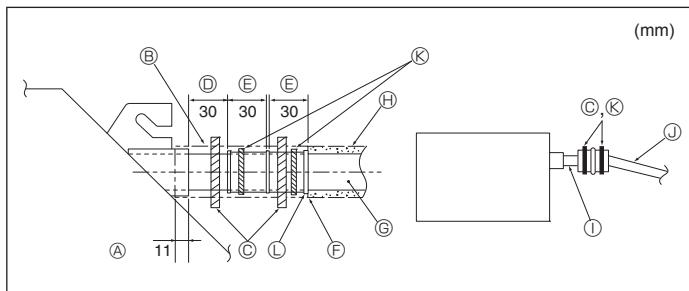

Fig. 6-2
- Die Abläßmuffe (mit der Anlage geliefert) an den Dränageauslaß anschließen. (Fig. 6-2) (Das Rohr mit PVC-Kleber ankleben und dann mit einem Band sichern.)
- (A) Hauptanlage